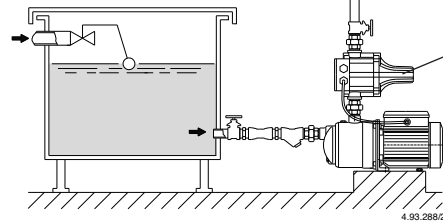

Fig. 2 Funzionamento sotto battente
При работе под гидравлическим напором (рис. 2) установить задвижку.
При работе под гидравлическим напором (рис. 2) наполнять насос, открывая - медленно и полностью - задвижку на всасывающей трубе, при этом задвижка на подающей трубе должна быть открыта для выпуска воздуха.
- См. пример установки на рис. 2.